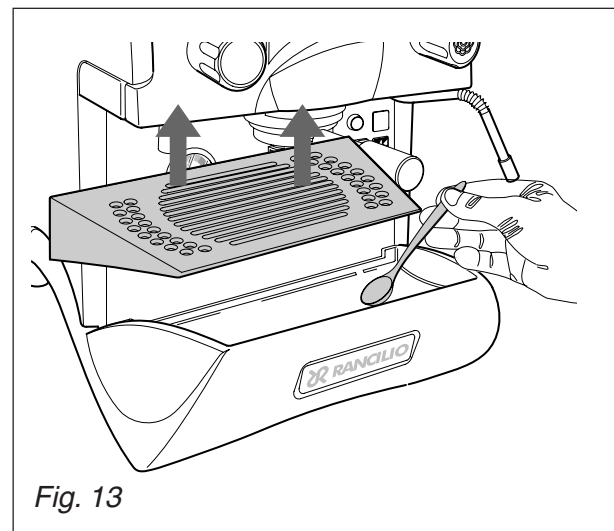

Fig. 13
- Die Abflußwanne Abb.13 kontrollieren und reinigen; den eventuellen Satzschlamm mit einem Teelöffel entfernen.